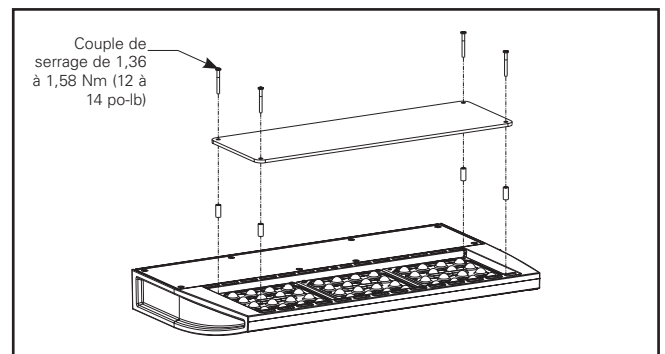

Figure 12.
1. Desserrez et retirez les quatre (4) vis n° 8-32 existantes sur la face du luminaire (figure 12).
2. Alignez les quatre (4) espaceurs longs de 2,22 cm (7/8 po) avec les trous existants (4).
3. Utilisez les quatre (4) vis n° 8-32 x 3,81 cm (1 1/2 po) pour fixer fermement le protecteur antivandalisme sur le dessus du luminaire.